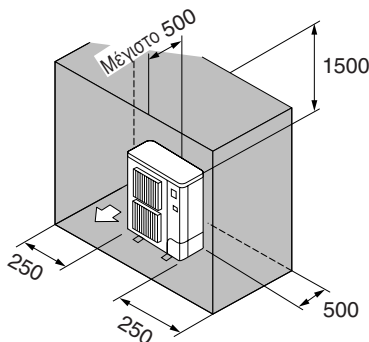

Fig. 2-7
- ⑥ Εμπόδια στην πίσω, στις δύο πλαινές και στην επάνω πλευρά μόνο (Fig. 2-7)